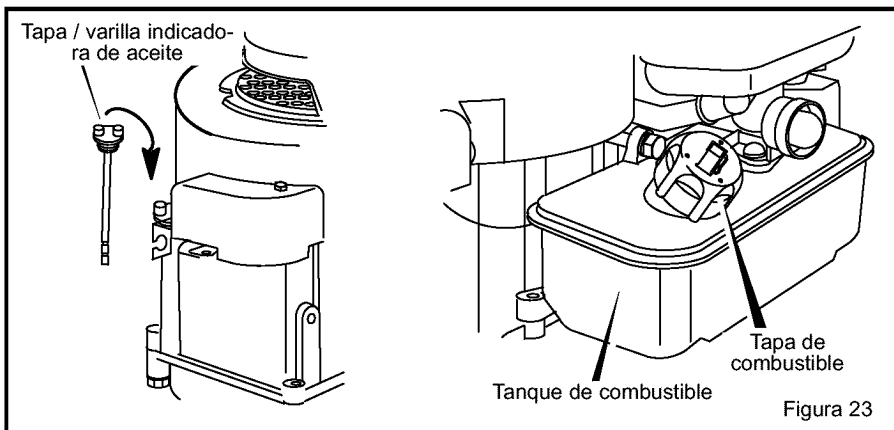

Figura 23
2. Saque la varilla indicadora (Figura 23).